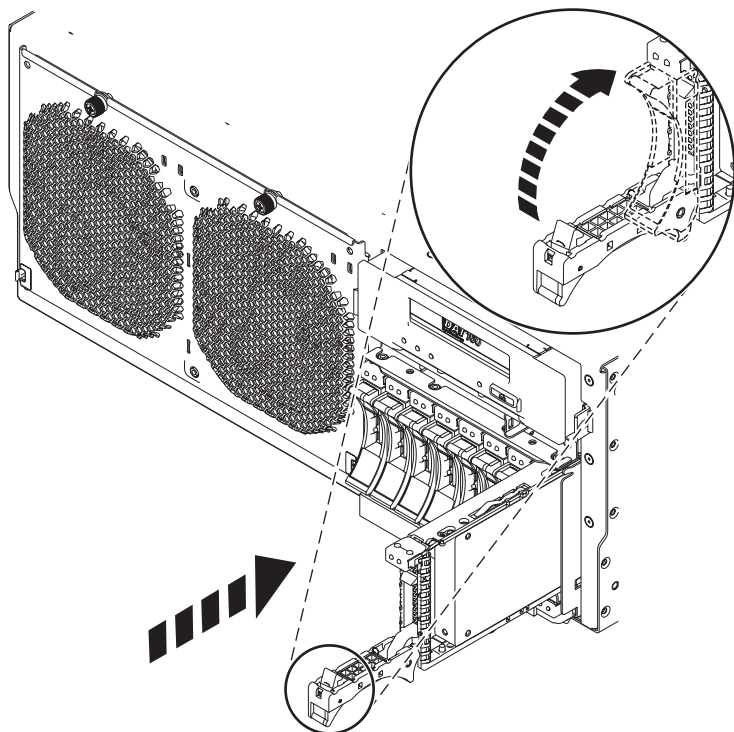

Figure 1. Installation de l'unité de disque dans l'unité centrale
7. Lorsque le voyant d'identification s'allume et reste fixe, faites glisser complètement l'unité dans l'unité centrale ou l'unité d'extension, et poussez complètement la poignée de l'unité jusqu'à ce qu'elle se verrouille. Pour plus d'informations, voir figure 1.